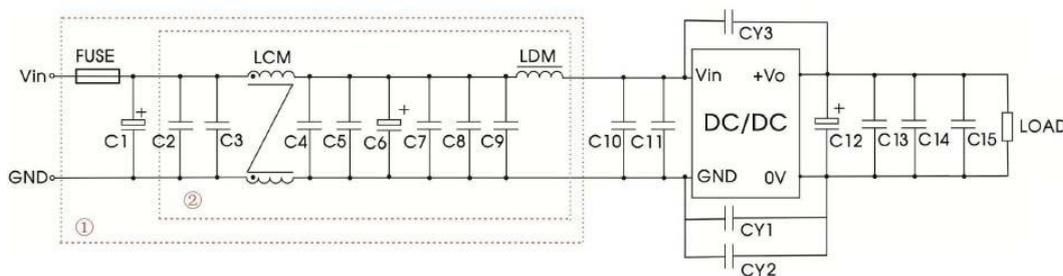

图 3
注: 图3中第①部分用于EMS测试; 第②部分用于EMI滤波, 可依据需求选择。